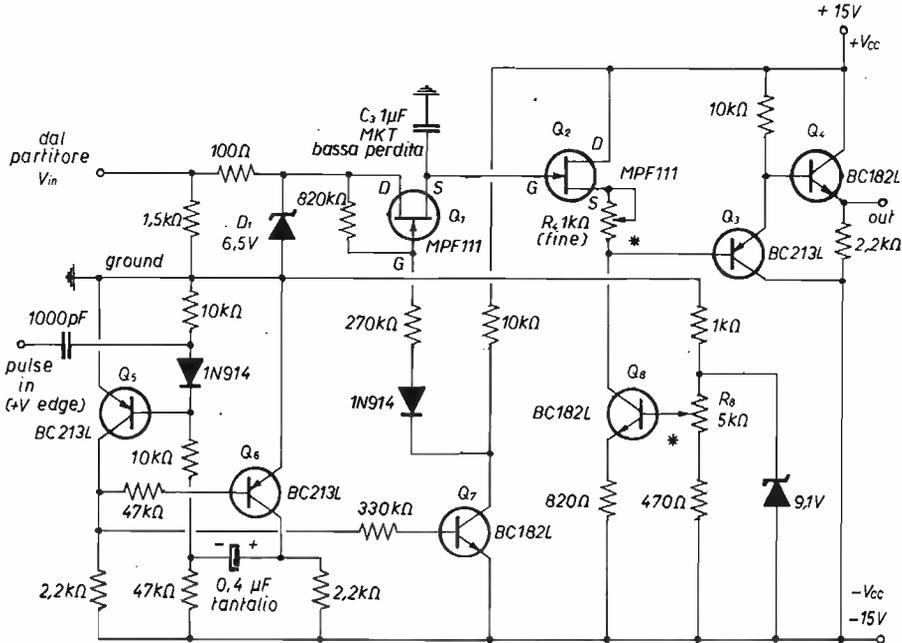

figura 6
il segnale che dirà al Sample/Holder di figura 6 di memorizzare la tensione rilevata sul partitore), e occorre sempre **rilasciare** il tasto precedente prima di premere il successivo, se no il pulse non viene generato e si creano anomalie. Le regolazioni da fare sono su R_1 (Gain) e R_2 (Offset) in modo da fissare per benino il « range » alle estremità della tastiera per 0 ... + 3 V.
Al solito, la figura 6 vi mostra il relativo Sampler/Holder. La sua attivazione è realizzata tramite un impulso positivo all'entrata pulse, mentre la solita cura andrà operata nella scelta del fet, ma soprattutto del condensatore C_3 , che deve al solito essere a bassa perdita.
1) figura 6, pagina 1468: R_{v9} è un **trimmer** (2,5 k Ω).